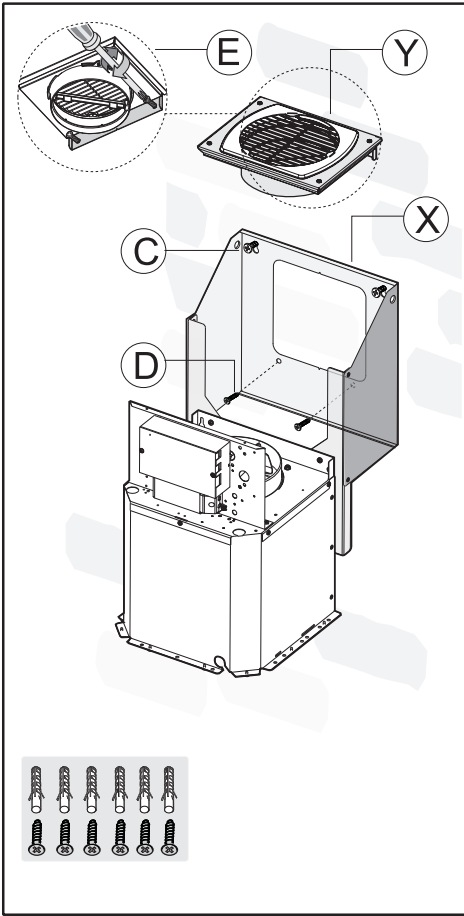

Fig.6
- Fixez les 2 vis C sans serrer à fond et les chevilles expansives (**Fig. 6**).
- Une fois le réglage effectué, fixez définitivement le groupe moteur X à l'aide des 2 vis D (**Fig.6**).
- Fixez au mur la bride de l'évacuation de l'air Y à l'aide des 2 vis E (**Fig.6**).
- Accrochez le groupe moteur X au mur, alignez-le à l'horizontale et vissez les vis C (**Fig. 6**).